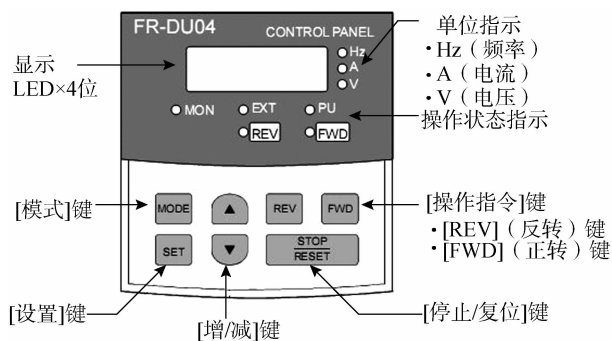

图 3-9 FR-DU04 操作面板
1) 操作面板 (FR-DU04) 的名称和功能 (见图 3-9 和表 3-1)